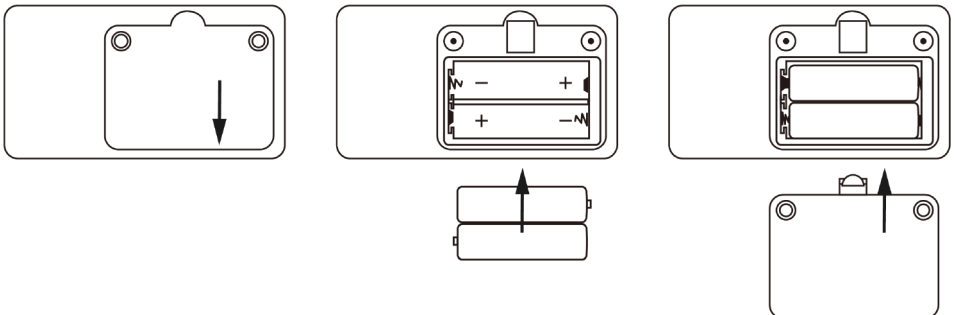

Figure 3. Installation des piles
- A. reportez-vous à la figure 3. Utilisez un tournevis pour dévisser les deux vis du compartiment à piles situé à l'arrière du produit et ouvrez le couvercle arrière du compartiment à piles.